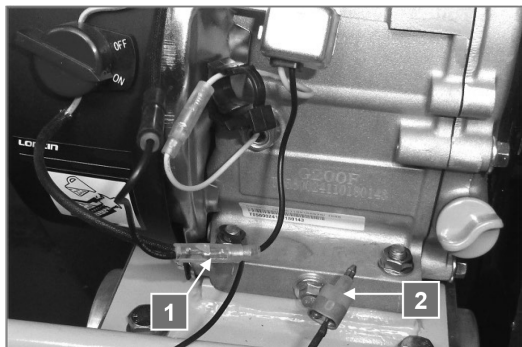

Рис. 15
- Разъедините клемму «1», и соедините два разомкнутых конца с клеммой провода аварийной остановки «2» (рис. 15).